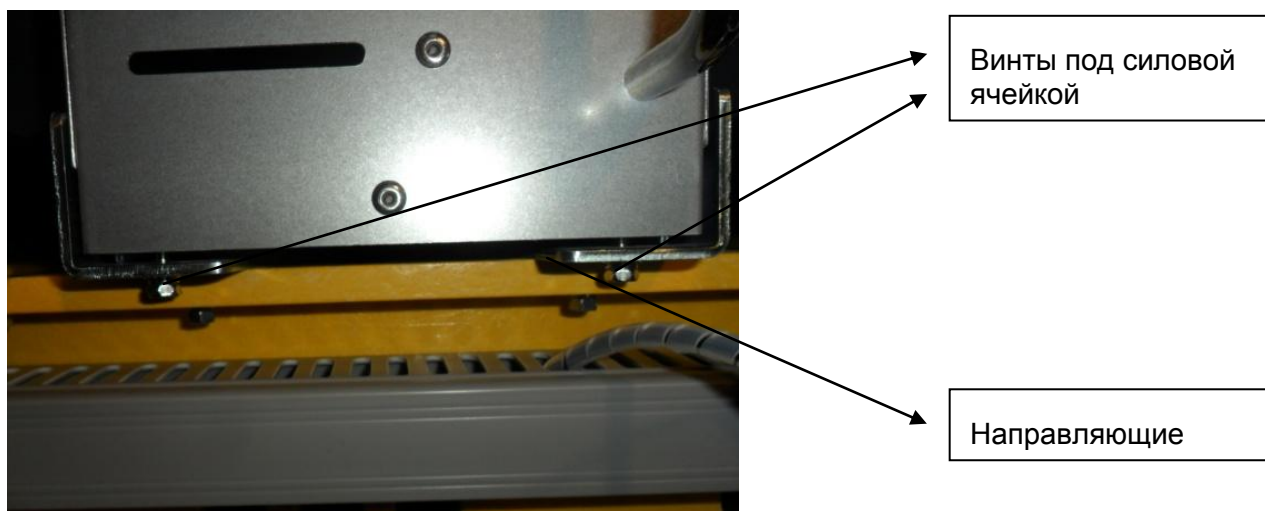

Рис. 10-16 Замена силовой ячейки – 2
- Накидным динамометрическим ключом М8 отверните винты под силовой ячейкой. Сохраните винты. Вытяните ячейку по направляющим и осторожно установите на временное место (Рис. 10-16).